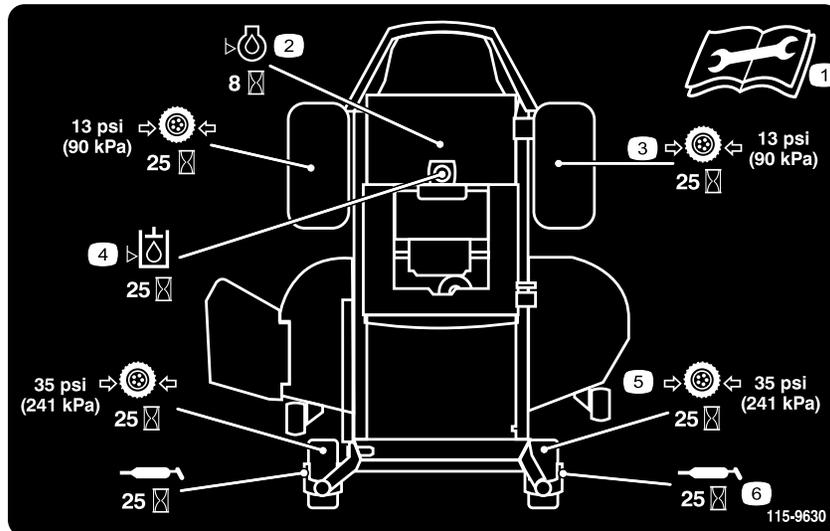

Figure 39
3. Nettoyez les graisseurs (Figure 41 et Figure 39) à l'aide d'un chiffon.
4. Raccordez une pompe à graisse à chaque graisseur et injectez de la graisse à l'intérieur jusqu'à ce qu'elle commence à suinter des roulements (Figure 39 et Figure 41).